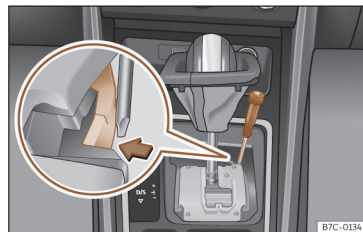

Fig. 140 Alavanca seletora: desbloqueio de emergência a partir da posição de estacionamento.
- Com a ajuda da parte plana de uma chave de fendas, pressione lateralmente a patilha amarela e mantenha-a pressionada >>> **Fig. 140**.